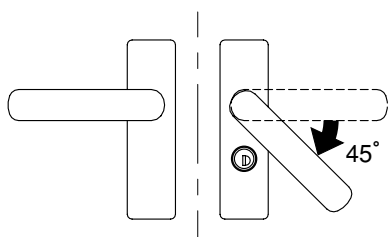
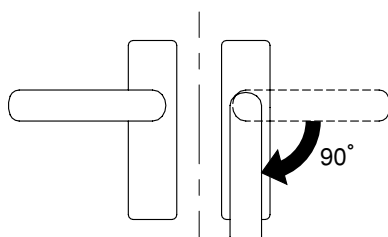

図2-1 内開き
図2-2 外開き
- ② ハンドルを下に押し下げてください。
- ③ 内開きの場合は約45°でストップすることを、また、外開きの場合は約90°でストップすることを確認してください。(図2-1、図2-2参照)